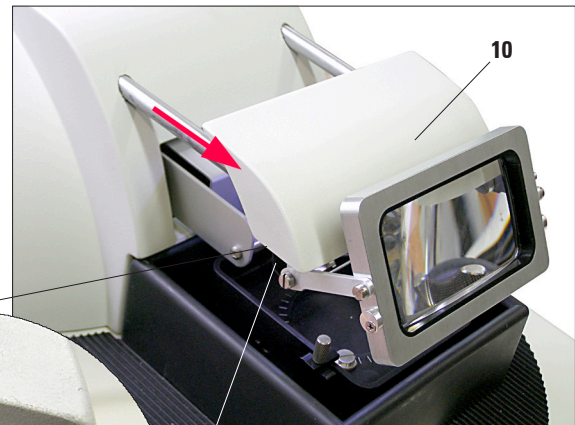

Abb. 27
- Die Lupe kann zum genauen Betrachten des Schneidens an den beiden Armen (14) bewegt und eingestellt werden.
- Den Lampenträger (10, in Abb. 27) am Gerät nach vorn herausziehen.
- An der Unterseite des Lampenträgers befinden sich zwei Nuten (12) je eine links und rechts.
- Die Lupe (13) so montieren, dass die beiden Zapfen (11) links und rechts in die jeweilige Nut passen. Die Zapfen nach oben bis zum Anschlag in die Nut schieben wie im Detail von Abb. 27 gezeigt.